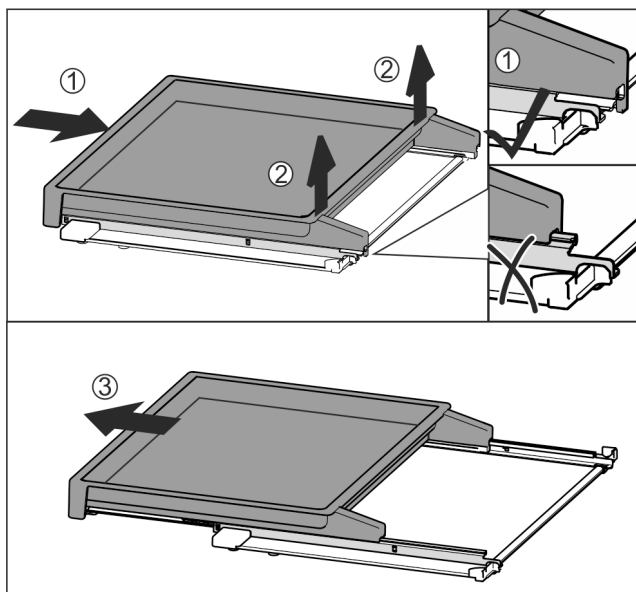

Fig. 50
- ▶ Skub udtrækshylden helt ind Fig. 50 (1).
- ▶ Løsn holderne bagtil Fig. 50 (2).
- ▶ Træk udtrækshylden ud fremad Fig. 50 (3).